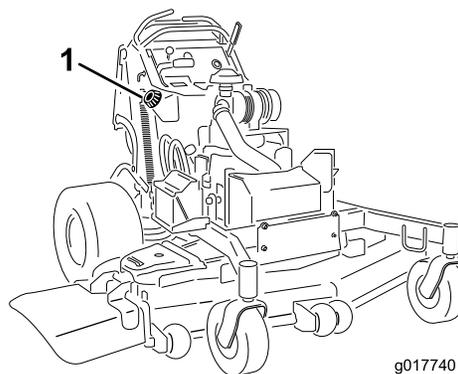

Figure 48
6. À l'aide du siphon, vidangez le carburant dans un bidon propre (Figure 48).